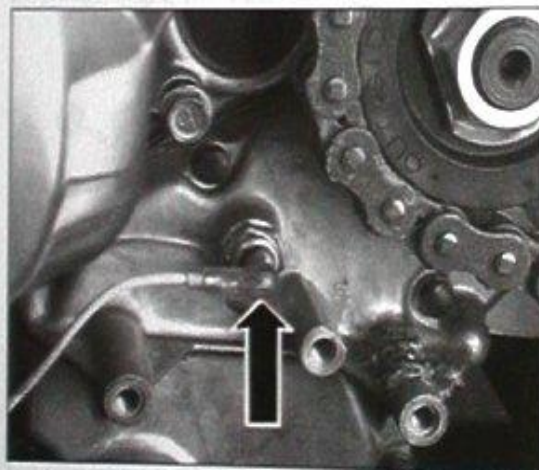

Bild 151
- Stecker des NEUTRAL-Anzeigeschalters abziehen (Bild 151).